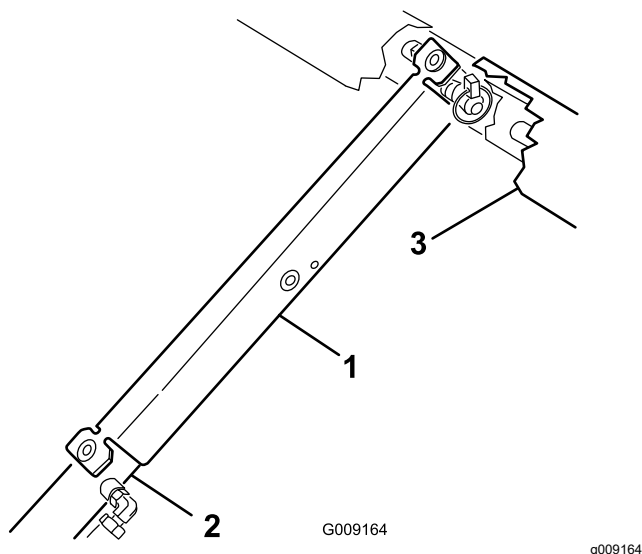

Figure 22
3. Poussez la bécquille de sécurité du plateau sur la tige du vérin, et appuyez bien les pattes d'extrémité contre l'extrémité du corps du vérin et l'extrémité de la tige du vérin (Figure 22).